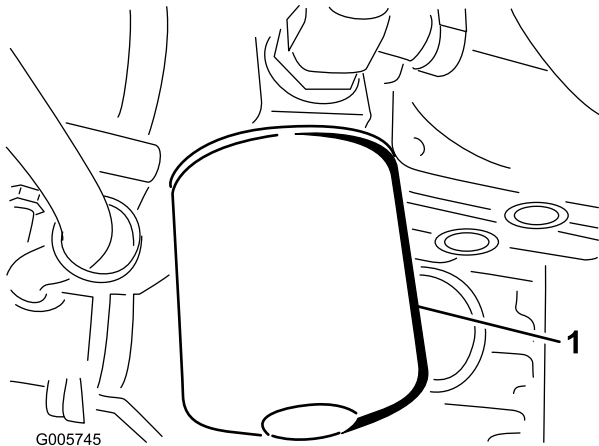

Bild 74
1. Reinigen Sie den Bereich um den Hydraulikölfilter. Nehmen Sie den Filter von der Fassung ab (Bild 74) und reinigen Sie die Filterbefestigungsoberfläche.